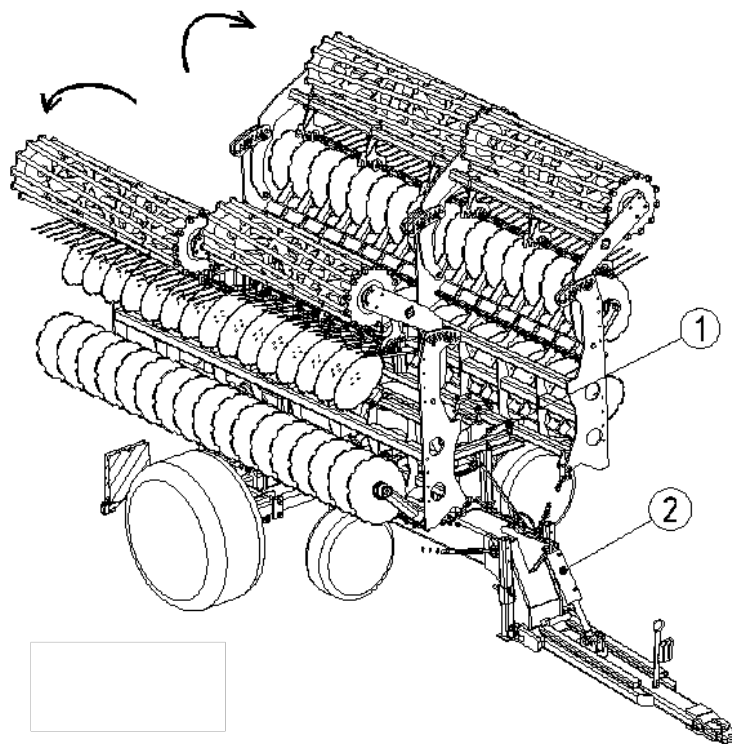

Рисунок 8. Схема складывания боковых секций агрегата.
- Сложить боковые секции (рис. 8)
- Закрывать крюки (1) (рис. 8) при помощи гидравлики
- Поставить раму дискатора параллельно земле при помощи гидроцилиндра дышла агрегата (2) (рис. 8).